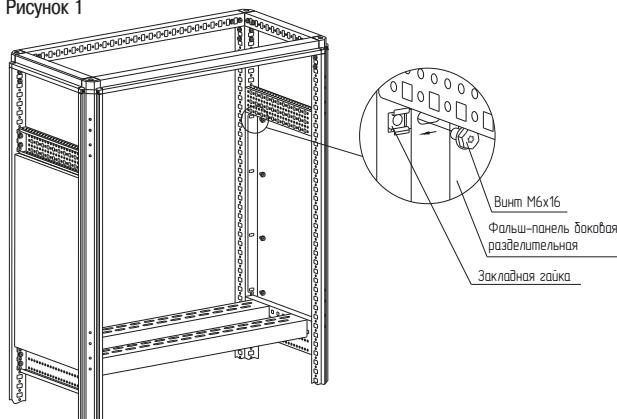

Рисунок 2
– вариант 2. Набором «закладная гайка M6 – винт M6×12 – шайба 6». Для этого предварительно установить закладные гайки в квадратные отверстия вертикальных дополнительных стоек и закрепить фальш-панель боковую разделительную винтами M6×16 с шайбами 6 (рисунок 2). Момент затяжки – 7 Н·м. Набор крепежа приобрести отдельно.